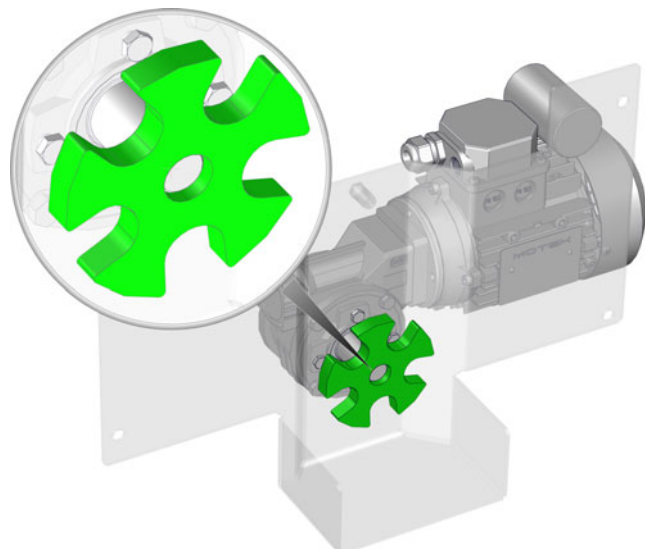

Fig. 6-18: Mâchoire d'accouplement
- ⇒ Si ce jeu est constaté, alors le levier est correctement positionné. Remontez le moteur et le couvercle, voir pour cela les graphiques Fig. 6-18: "Mâchoire d'accouplement" et suivants.